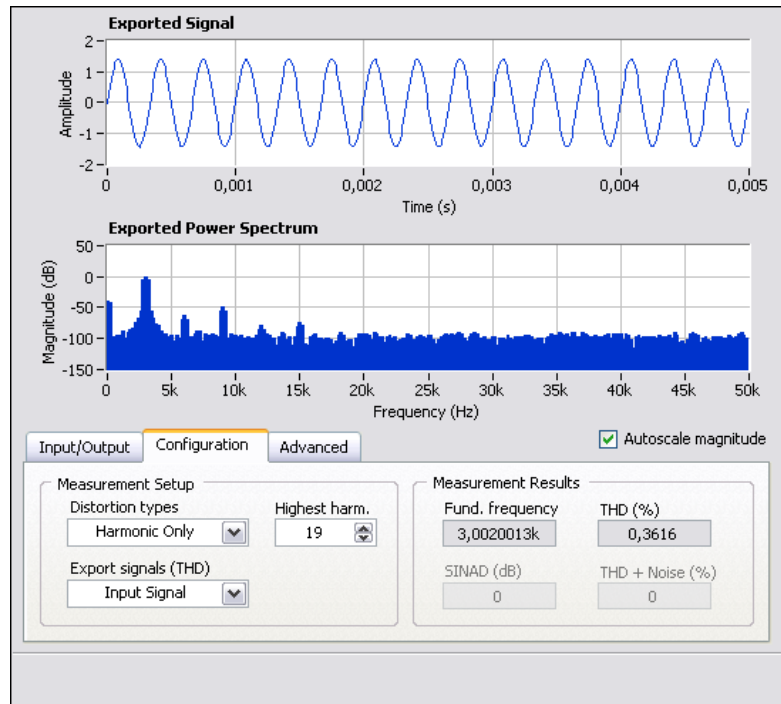

Figure 3-3. Boîte de dialogue de configuration de l'étape Distorsion
1. Double-cliquez sur l'étape Distorsion dans la Vue du projet. La boîte de dialogue Configuration d'une étape pour l'étape Distorsion apparaît, comme le montre la figure 3-3.